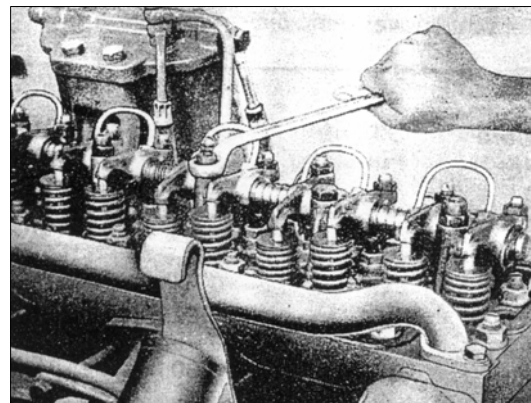

РИС. 59
- 2) Открутите крепежные болты кронштейна коромысел клапанов и снимите их (рис. 59).